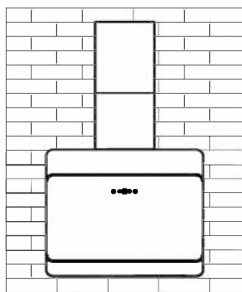

Рис. 5
8. Отрегулируйте высоту внутреннего воздуховода до нужного положения, слегка расширьте внешний воздуховод и закрутите винт. См. рис.5.